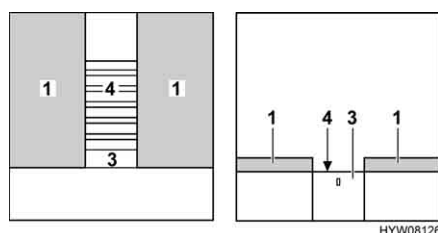

Bild 108 Under ombyggnaden
- Drag ut ribbotten (Bild 108,4) helt. Dra i utdragningsanordningen (Bild 108,3).